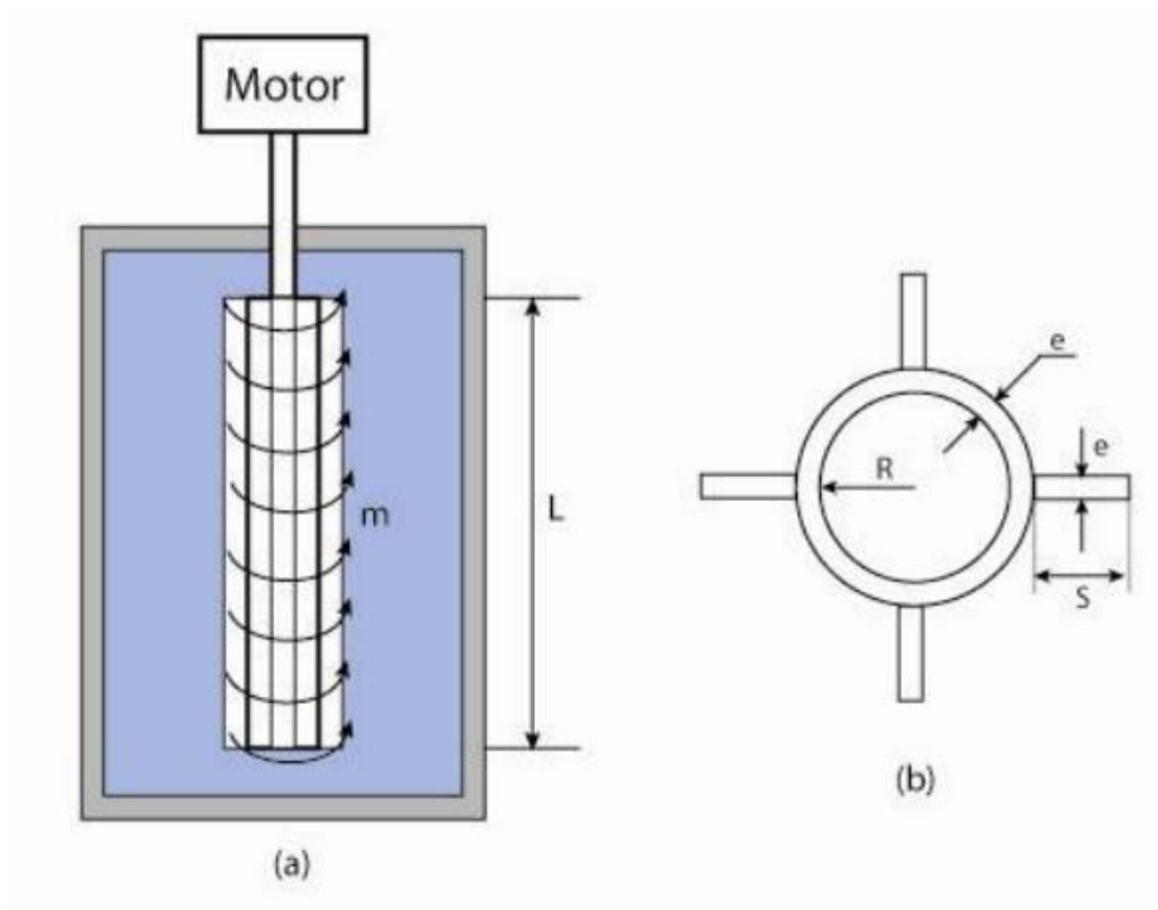

Figura 7: Esquema del Problema N°7
La varilla del agitador representado en la Figura 7.a., tiene una longitud l , siendo su sección transversal la indicada en la Figura 7.b. Las cuatro aletas de la varilla tienen idénticas dimensiones, pudiéndose considerar la sección de pared delgada. Se pide:
- Suponiendo que la acción del fluido agitado, es un momento por unidad de longitud m , tal como se indica en la Figura 7.a, determinar el giro relativo entre las secciones extremas de la varilla.